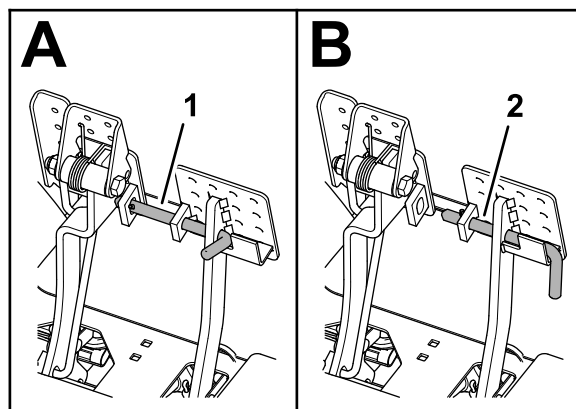

Рисунок 159
2. Отсоедините фиксатор педалей, расположенный между педалями тормоза (Рисунок 159), чтобы обе педали работали независимо друг от друга.